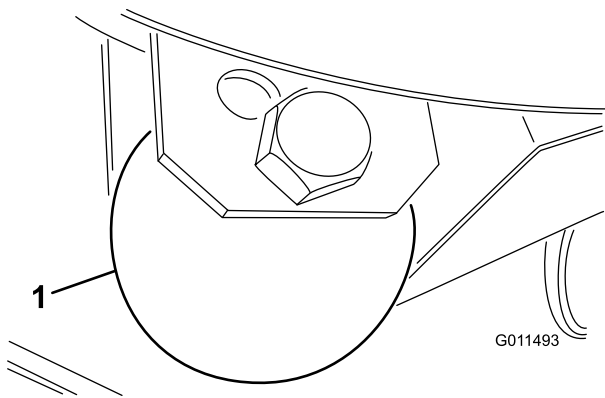

Figure 28
1. Enlevez le boulon et l'écrou qui fixent la roue de jauge aux supports du plateau de coupe (Figure 28).